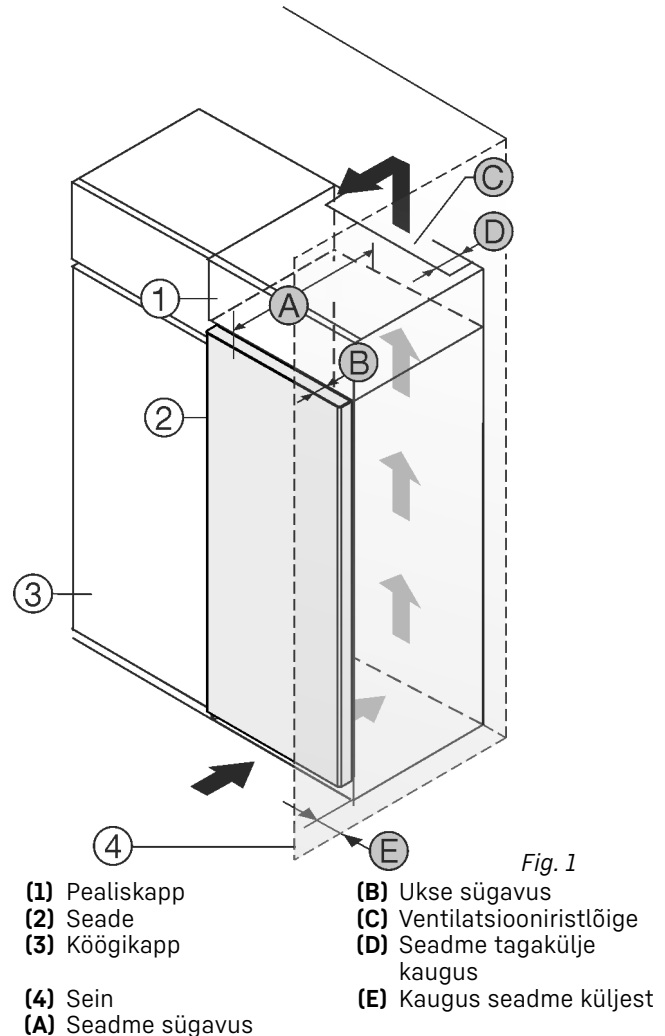

Fig. 1
Pange seade üles vahetult köögikapi Fig. 1 (3) kõrvale.
Pealiskapi tagaküljel peab olema vähemalt sügavusega Fig. 1 (D) kogu pealiskapi laiune heitõhušaht.
Ruumi lae all tuleb ventilatsiooniristlõikest Fig. 1 (C) kinni pidada.
Kui seade pannakse šarniiridega seina Fig. 1 (4) kõrvale üles, siis tuleb pidada kinni seadme ja seina vahekaugusest vähemalt 13 mm.
Kui seade pannakse šarniiridega seina Fig. 1 (4) kõrvale üles, siis tuleb pidada kinni seadme ja seina vahekaugusest vähemalt 20 mm.